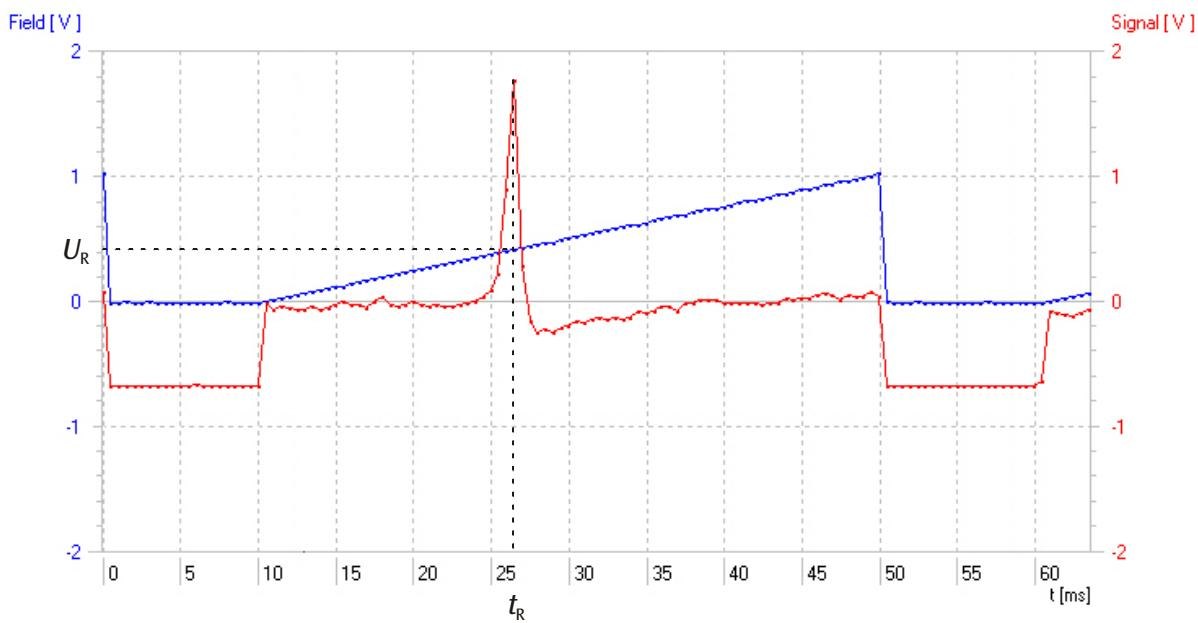

Fig. 6 Courbe du signal à 40 MHz (rouge: signal d'absorption comme fonction du temps, bleu: tension de bobine comme fonction du temps)
- Noter la tension de résonnance des bobines  $U_R$  et la fréquence de résonnance  $v_R$  correspondante (cf. Fig. 6).